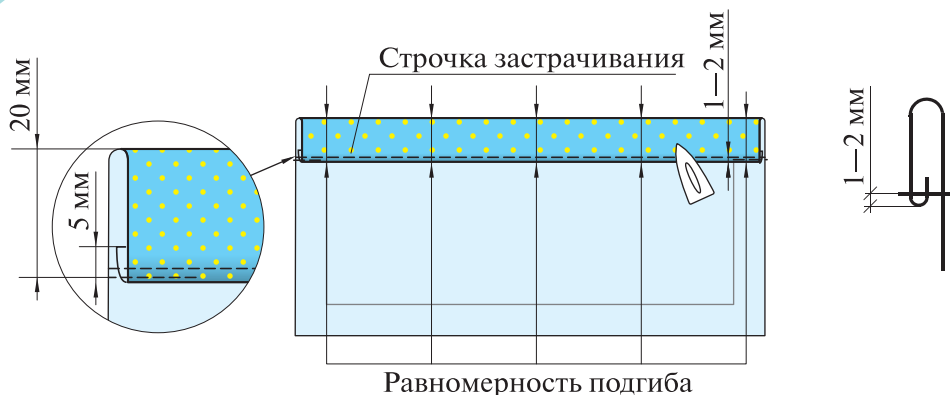

Рис. 6.40. Обработка верхнего среза кармана
2. *Застрочите* на расстоянии 1—2 мм от сгиба (рис. 6.40). Удалите СВН, приутюжьте.